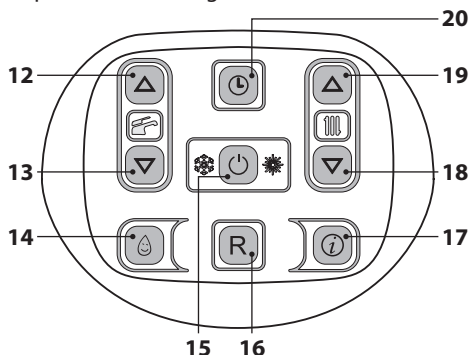
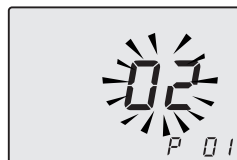
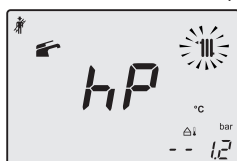
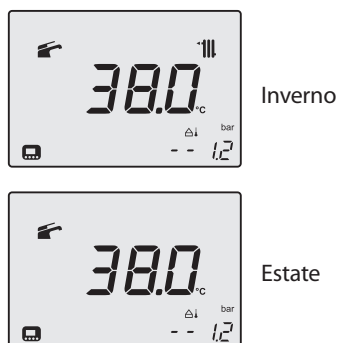

Figura 9.21
Figura 9.22
Figura 9.24
Figura 9.27
- Entrare in "modalità programmazione" premendo contemporaneamente per 10 secondi i tasti 15 - 18 - 19 (Figura 9.21) fino a far apparire sul display LCD le lettere **P01** e il valore del parametro, indicanti l'entrata nel "parametro 01" (Figura 9.22).
- Premere contemporaneamente i tasti 18 e 19 (Figura 9.21) fino a far apparire sul display LCD le lettere **LP** che si alternano con il valore di temperatura dell'acqua di riscaldamento (es.45), indicanti l'entrata nell'attivazione della "funzione spazzacamino" alla potenza minima (Figura 9.23).
- Premendo il tasto 19 (Figura 9.21) è possibile variare la potenza in modalità spazzacamino: con visualizzazione sul display LCD delle lettere **hP** che si alternano con il valore di temperatura dell'acqua di riscaldamento (es.32), siamo in "funzione spazzacamino" alla potenza minima in riscaldamento (Figura 9.24).
- Ripremendo contemporaneamente per 10 secondi i tasti 15 - 18 - 19 (Figura 9.21) si esce dalla "modalità spazzacamino" e si ritorna allo stato di caldaia precedentemente impostato (Figura 9.27).